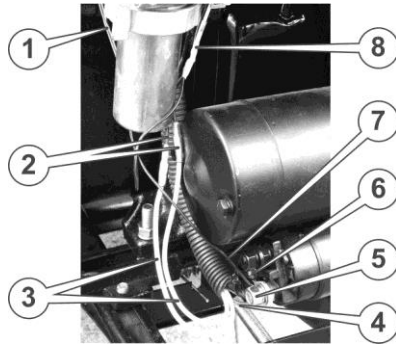

Рисунок 36. Електроживлення фари
35. Приєднати проводи як зображено на рис. 36., силовий дріт від клемми "+" акумулятора приєднується до силовій клемі (5) на затягувальній котушці електростартера, до цієї ж клемми приєднати одну будь-яку з жил (7) здвоєного проводу електроживлення фари (1). Другу жилу здвоєного проводу електроживлення фари приєднати до дроту (8) фари зелений провід (4) з пластикового рукава під'єднати до керувальної клемми (6) на затягувальній котушці електростартера, два жовтих дроти (3) з пластикового рукава під'єднати до роз'ємів (2) електрогенератора.
37. Зняти транспортну заглушку з впускного повітряного патрубку і встановити на нього повітряний фільтр (див. рис. 36.). Надійно затягнути болти кріплення повітряного фільтра.